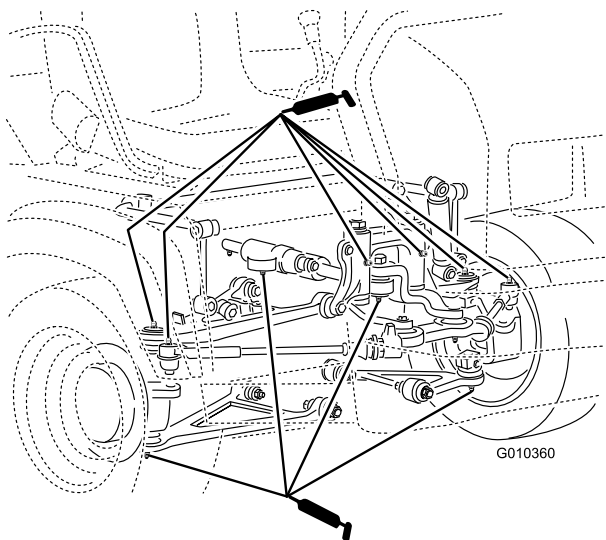

Figura 39
- Juntas de esferas (4), barras de ligação (2), montagens articuladas (2) e cilindro de direção (2) (Figura 39)